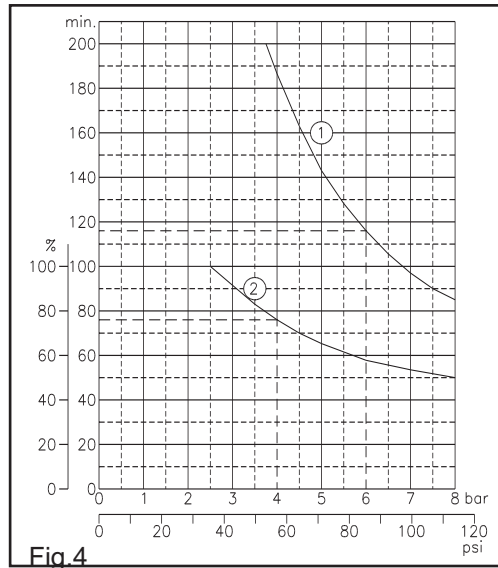

Fig.4
- Curve 1 (fig.4) geeft de tijdsduur aan van continue belasting bij verschillende drukken, totdat de schakelaar tegen overbelasting automatisch inschakelt en de motor stopt. (bij ongeveer 115°C olie temperatuur gemeten bij een aanvangstemperatuur van 20°C) Bijvoorbeeld: 6 bar = 116 minuten.
- Curve n°1 (fig.4) indicates the length of continuous running at varying pressures, until the overload protector switches off the motor (at approx. 115°C oil temperature-measured from 20°C start point). Example: 6 bar = 116 minutes.